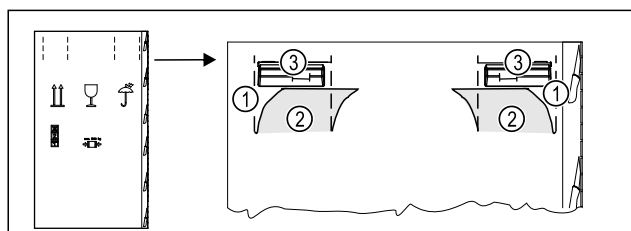

Fig. 5
- ▶ Fent, a perforálásnál Fig. 5 (1) nyomja be a csomagoló kartont.
- ▶ Húzza ki a benyomott füleket Fig. 5 (2).
- ▶ A jobb és a bal oldalon látható a hordfogantyú Fig. 5 (3).
- ▶ Tartsa meg a készüléket a hordfogantyúknál Fig. 5 (3).